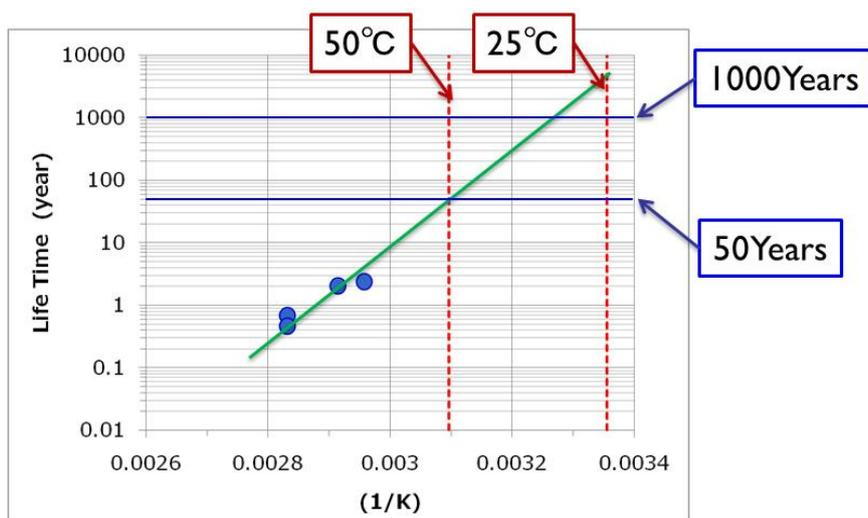

図 10 AD ディスクの長期保存信頼性
3.3 章でも述べましたが、AD ディスクで採用している記録層は、耐酸化性、耐腐食性が非常に高く、高い信頼性を確保できています。また、レーザーによるマークの形成は、本記録材料の構造（形状）変化で実現されるので、記録された信号は、高い保存信頼性があります。記録データのアーカイバル特性として、図 10 に保存信頼性の実測結果を示します。